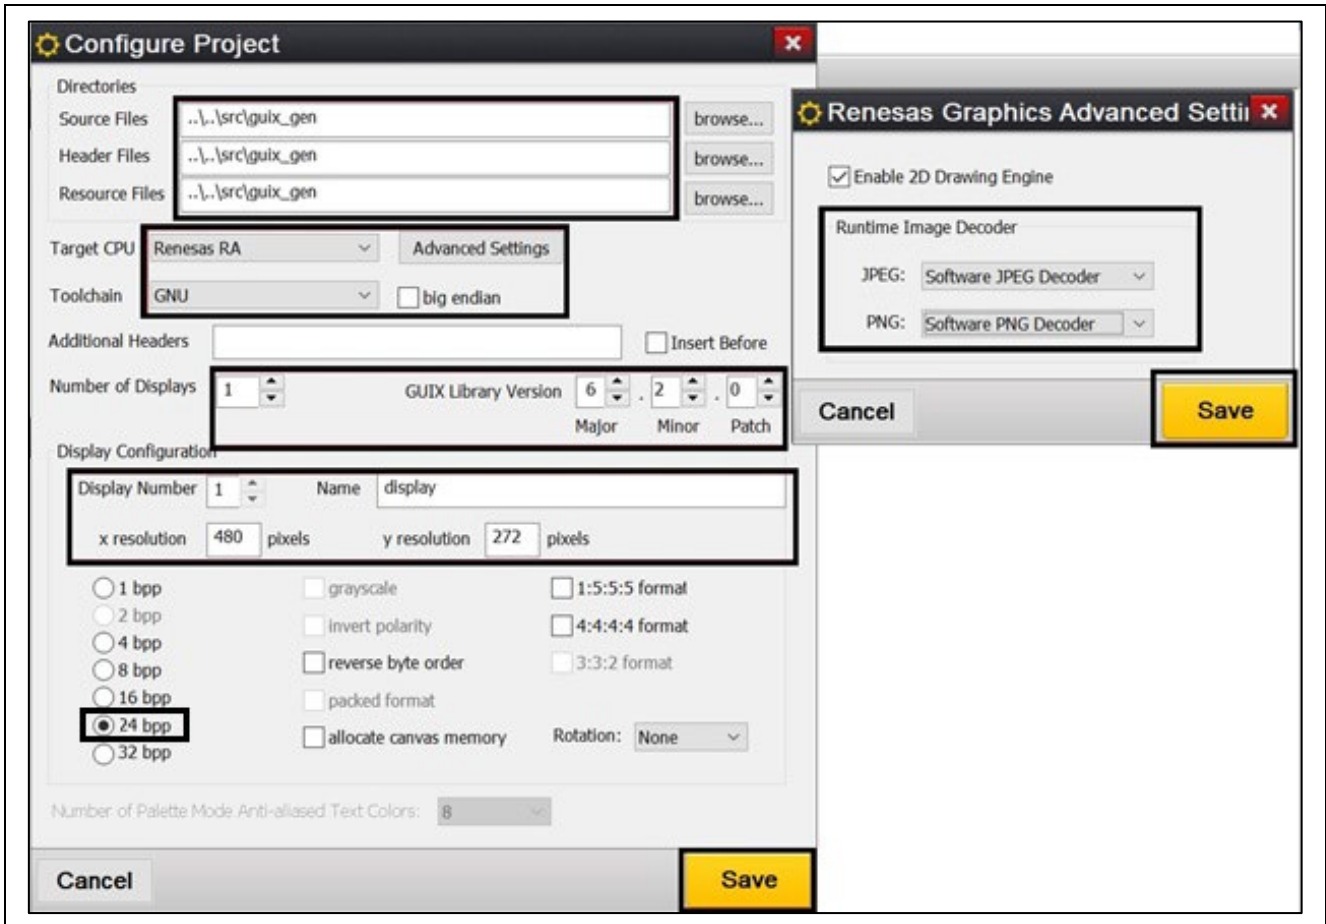

図 40. 新規プロジェクト Hello World 詳細設定
3. 新規 **Configure Project** ウィンドウがポップアップ表示され、ユーザは図 40 に示すように、詳細設定を含むすべてのオプションを設定する必要があります。最後に、**Save** をクリックします。